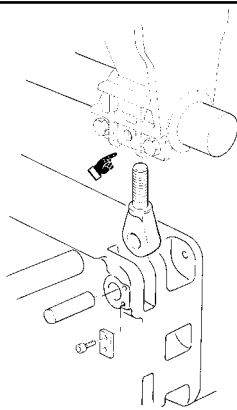

fig. 30
- Generalmente i carrelli DST/N e sempre i carrelli DST/S, sono consegnati premontati sul rispettivo paranco DRH con la larghezza interna tra le ruote (L) già predisposta per la trave sulla quale il carrello/paranco, in relazione agli accordi contrattuali, è previsto che debba essere installato.
- Per consentire la possibilità di modificare la larghezza interna (L) delle ruote per diverse e/o successive predisposizioni, vengono di seguito riportate le relative quote di riferimento (A) e (B) per carrelli DST/N in funzione delle diverse travi.
- Il corretto serraggio delle staffe del carrello sulle barre è garantito da almeno due bulloni. Il terzo bullone in taluni casi non può essere montato a causa dell'interferenza con la sospensione del paranco (fig. 30).